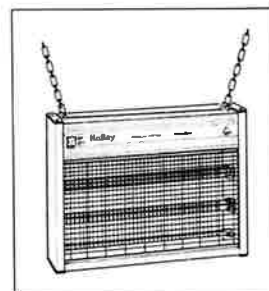

Fig. 1
1. Fjern skruene og de små sorte loddene (se Fig. 1). Trekk deretter ut sidedekslene.